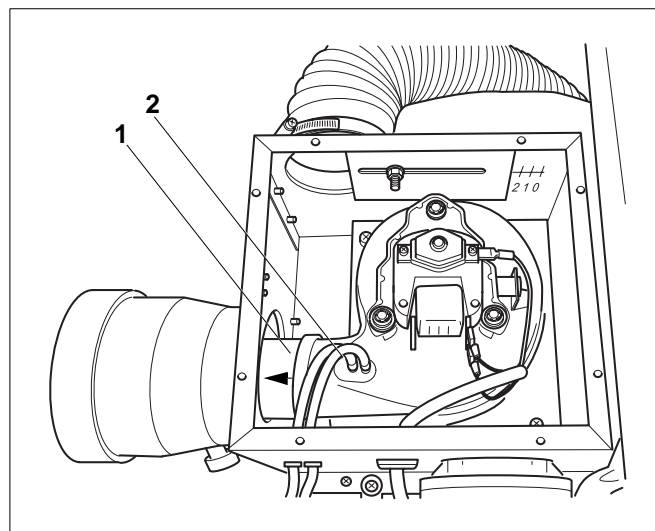

Fig. 35 Démontage du ventilateur
- Insérez la pièce de raccordement du ventilateur (fig. 35, **pos. 1**) dans l'adaptateur fumée/arrivée d'air jusqu'à la butée en direction de la flèche
- Enlevez les flexibles de raccordement (fig. 35, **pos. 2**) de la boîte de mesure de pression différentielle au niveau des points de mesure du ventilateur.
- Enlevez les raccords électriques (fig. 35)